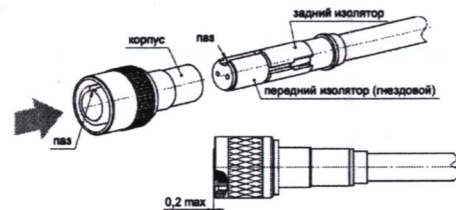

Рисунок 10
3.4 Установить собранный пакет в корпус до упора, совместив паз переднего изолятора с пазом корпуса. Правильность установки контролируют измерением указанных размеров. При контроле обеспечить поджатие втулки к корпусу. Величина утопления изолятора относительно корпуса - 0,2 мм тах (рисунок 10).